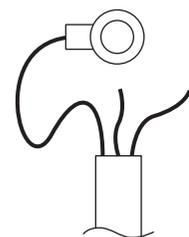

図 2
2. アース線に規定の丸端子を圧着し、接地端子のネジで締め付けてください。(図 2 参照)